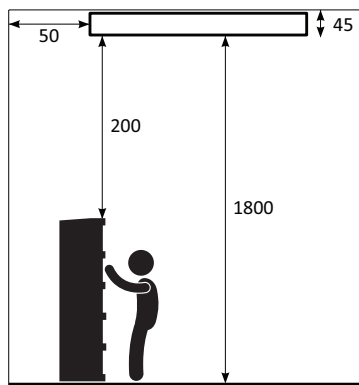
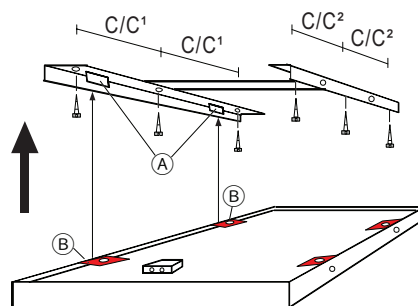

Fig.1b
Fig.4
3. Let the ENC hang vertically, fig.4, and connect the power supply cable to the 4mm² terminal block in the connection box (C) according to fig.1b, through the cable grommets (D).
4. Swing up, fig.4, and secure the heater horizontally into the H-bracket, fig.5, with the two supplied screws (E). Warning! Make sure that the fixings (B) do not become unhooked at the opposite side.
3. Lassen Sie die ENC vertikal hängen, fig.4, und verbinden Sie das Installationskabel mit dem 4 mm² Anschlussblock in der Anschlussbox (C) gemäß fig.1b durch die Kabeldurchführungen (D).
4. Hochschwenken, fig.4, und das Heizgerät mit den beiden mitgelieferten Schrauben (E) horizontal in der H-Halterung, fig.5, befestigen. Warnung! Stellen Sie sicher, dass die Befestigungen (B) auf der gegenüberliegenden Seite nicht ausgehakt werden.
3. Laisser pendre l'ENC, voir fig.4, et connecter le câble d'alimentation sur un bloc de connexion de 4 mm² dans la boîte d'alimentation (C) conformément au schéma de branchement, voir fig.1b, le tout au travers entrées de câble (D). Protéger le câble de connexion contre le contact avec les parties chaudes.
4. Remonter, voir fig.4, et fixer l'ENC dans son support, voir fig.5, à l'aide des 2 vis fournies (E). Attention! Vérifier bien que la fixation à l'opposé (B) ne se déboîte pas.
3. Laat de ENC vertical hangen (fig.4) en sluit de voedingskabel aan op de 4 mm² aansluitblokken (C) volgens fig. 1b, door de wartels (D).
4. Draai het panel, fig.4, en zet het verwarmingspaneel horizontal vast in de H-steun, fig.5, met de meegeleverde schroeven (E). LET OP: zorg dat de haken (B) niet los schieten aan de andere zijde.
3. Låt värmaren hänga i nedfällt läge, fig.4, och anslut installationskabeln till kopplingsplinten 4 mm² i kopplingsboxen (C) enligt schema, fig.1b, genom kabeltätningen (D). Vidarekoppling är möjlig.
4. Fäll upp värmaren, fig.4, och skruva fast den i H-takfästet, se fig.5, med de två medföljande skruvarna (E). Varning! Var uppmärksam på att vinkelfästena (B) på motsatta sidan inte hakas av.